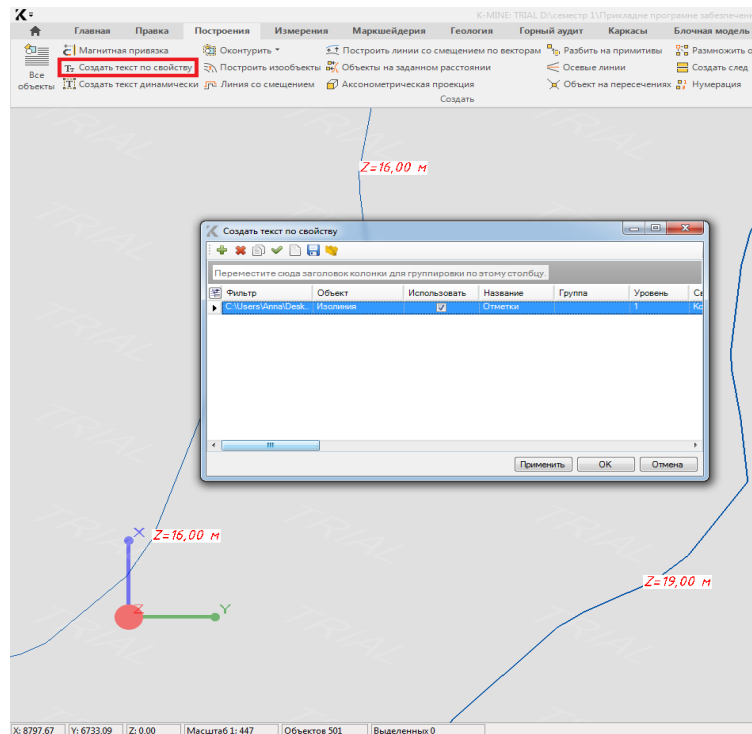

Рисунок 4.3 - Приклад виконання завдання 8
8. За допомогою функції створення тексту по властивості відміток Z побудуйте числові відмітки з дистанцією 100 у форматі Z=00,00 м (рис.4.3).